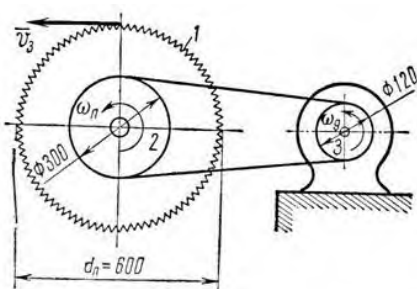

Рисунок 17
2) Дискосая пила 1 имеет диаметр 600 мм. На валу пилы насажен шкив 2 диаметром 300 мм, а шкив соединен бесконечным ремнем со шкивом двигателя (рис. 17) диаметром 120 мм. С какой угловой скоростью должен вращаться шкив двигателя, чтобы скорость зубьев пилы не превышала 15 м/с?